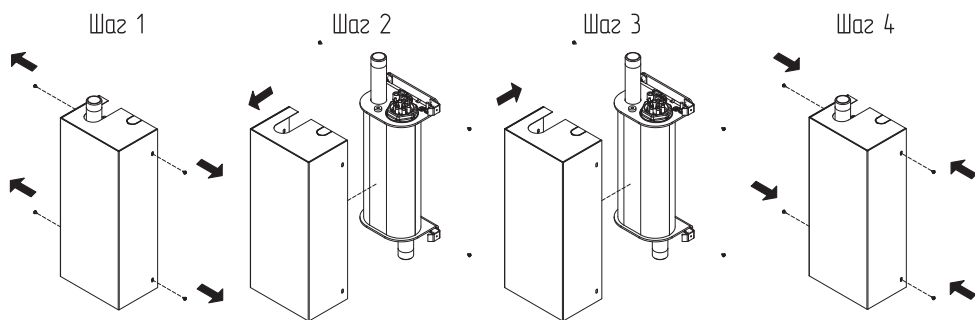

Рис. 11 Демонтаж кожуха
- Откройте кожух, как показано на **Рис. 11**;
Снятие кожуха котла производится в следующей последовательности (Рис. 11):
1. Выкрутить четыре винта крепления кожуха в боковой части котла как показано на **Рис. 11**;
2. Снять кожух с основание котла как показано на **Рис. 11**.
Установка кожуха производится в следующей последовательности (Рис. 11):
3. Установить кожух на основание котла как показано на **Рис. 11**;
4. Закрутить четыре винта в боковой части котла зафиксировав кожух как показано на **Рис. 11**.